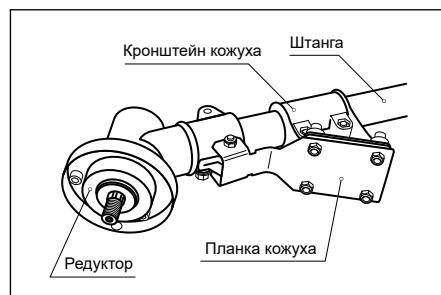

Рис. 3
- Установите защитный кожух на штангу, расположив его между кронштейном и пластиной защитного кожуха, и зафиксируйте его четырьмя винтами (рис. 3).